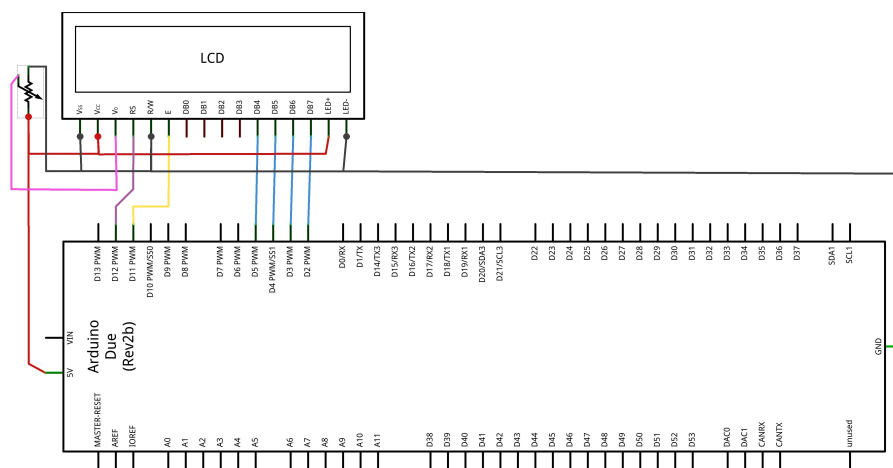

Figura 2.13. Diagrama de conexiones para la práctica 8.
- Implementar el diagrama de conexiones de la figura 2.13.